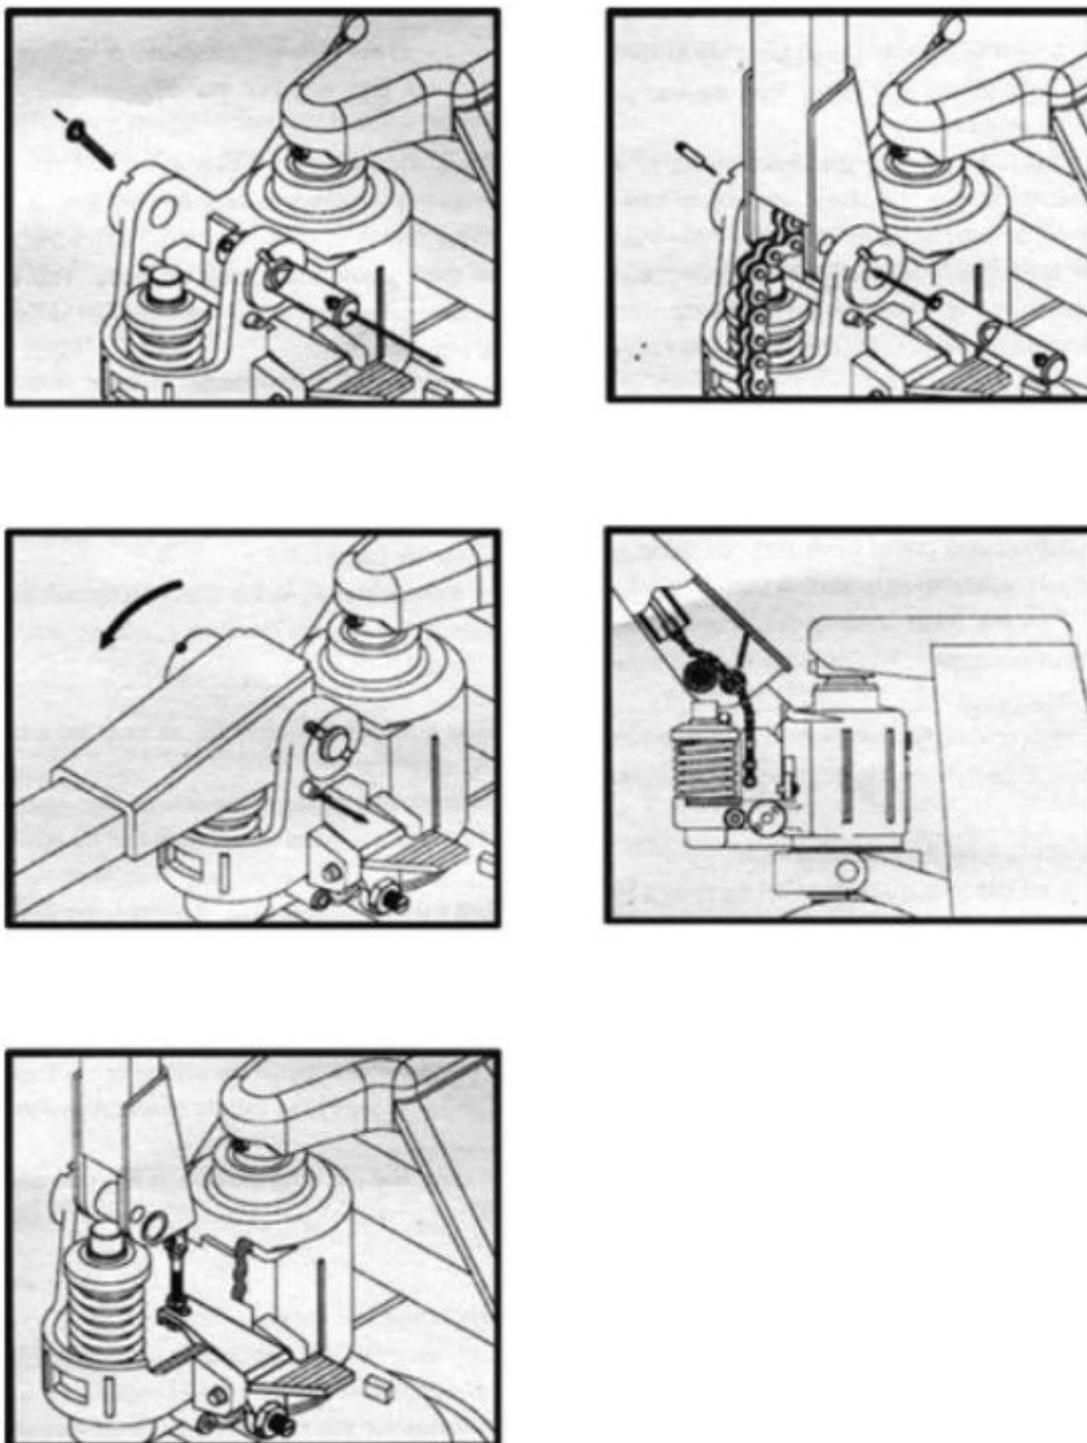

Рисунок 4. Установка ручки тележки.
- Соедините ручку тележки с гидравлическим узлом (рисунок 4):